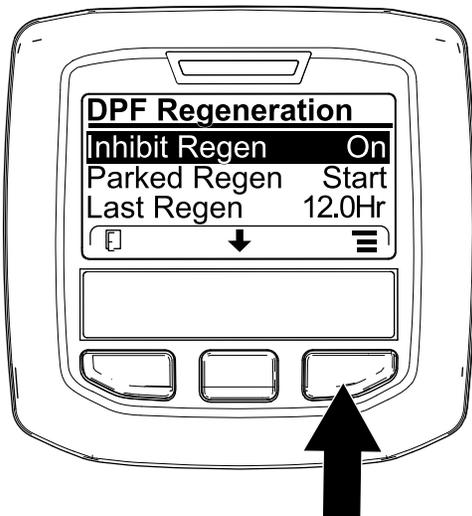
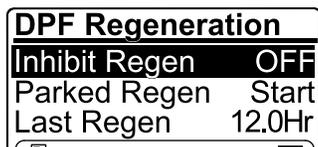

Figura 41
Figura 42
1. Accedete al menu DPF Regeneration (Rigenerazione FAP), premete il pulsante centrale per scorrere il menu verso il basso fino all'opzione INHIBIT REGEN, quindi premete il pulsante destro per selezionare la voce Inhibit Regen (Figura 41).
2. Premete il pulsante destro per modificare l'impostazione dell'inibizione della rigenerazione da accensione a spegnimento (Figura 41) o da spegnimento ad accensione (Figura 42).